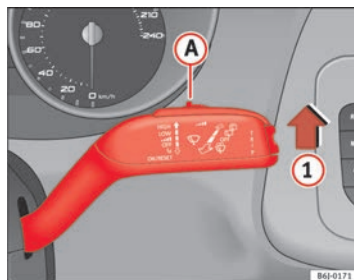

Fig. 62 Palanca del limpiaparabrisas
- Mueva la palanca del limpiaparabrisas hasta la posición ① ⇒ fig. 62.